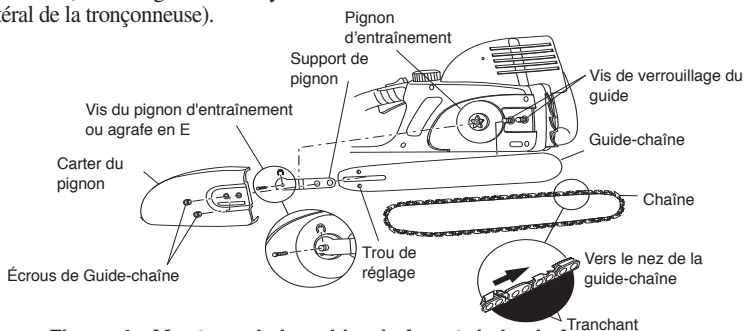

Figure 4 - Montage de la guide-chaîne et de la chaîne
3. Desserrez et retirez la vis du pignon d'entraînement ou l'agrafe en E de l'arbre (Voir la Figure 4). Retirez le support du pignon.
6. Placer la chaîne autour du pignon d'entraînement, ensuite le long de la rainure supérieure du guide-chaîne et autour du nez du guide-chaîne. **Note :** S'assurer que la face tranchante des maillons de la chaîne soit placée dans la bonne direction. Placer la chaîne de façon à ce que la face coupante des maillons sur le secteur supérieur du guide-chaîne soit dirigée vers le nez du guide-chaîne (Voir la Figure 4 et le voyant sur le capot latéral de la tronçonneuse).
9. Tout en tournant le bouton de tension de chaîne (Modèle RM1635W) ou la vis de tension de chaîne (Modèle RM1632A), ajustez la position du bloc d'ajustement jusqu'à ce qu'il soit aligné et inséré dans le trou d'ajustement sur la barre de guidage (Voir les Figures 4, 5 et 6). Le fait de tourner le bouton de tension de chaîne ou la vis de tension de chaîne dans le sens des aiguilles d'une montre déplacera le bloc d'ajustement vers l'arrière de la barre de guidage. Le fait de tourner le bouton de tension de chaîne dans le sens des aiguilles d'une montre déplacera le bloc d'ajustement à l'avant de la barre de guidage.